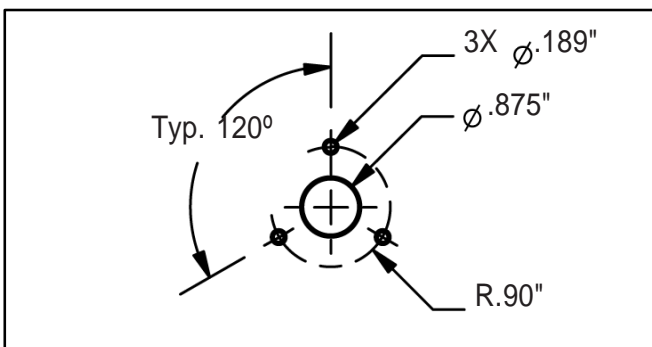

Figura 9. Esquema para colocar el soporte en el torno
1. el soporte para tornos 50771 permite esconder los cables del SmartLog de forma que se eliminan posibles fallos de conexiones. Use el esquema de la figura 9 para colocar la parte superior de su torno y dejar espacio para montar el soporte.